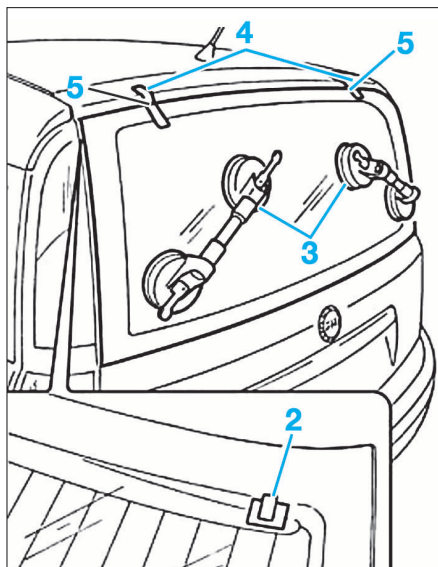
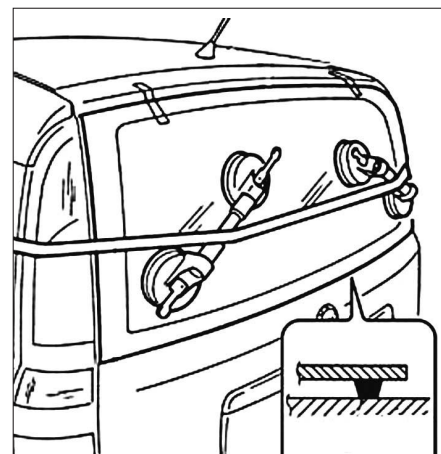

FIG. 120
FIG. 121
- Coller deux nouveaux pions de centrage (2) (Fig.120).
- Procéder aux ajustements à l'aide de ventouse (3) et de ruban adhésif (4) (Fig.120).
- L'ajustement terminé, découper les rubans adhésifs en (5).
- Apposer régulièrement un cordon de colle sur la lunette AR, puis poser la lunette (Fig.121).